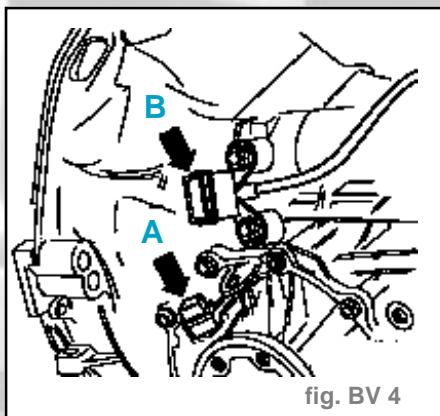

fig. BV 4
- Débrancher la tige du transmetteur de tachymètre (flèche -A-) (fig. BV 4).
- Brancher la fiche des feux de recul (flèche **-A-**) (fig. BV 4).